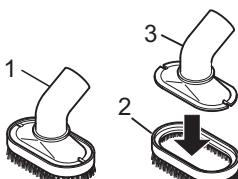

Abb. 6
**Möbelbürste (Abb. 6/1)**
#### **Polsterdüse (Abb. 6/3)**
Durch einfaches Abnehmen des Bürstenaufsets (Abb. 6/2) können Sie aus der 2in1-Kombidüse eine Polsterdüse (Abb. 6/3) machen. Verwenden Sie diese zum Reinigen von weichen, kratzfesten Oberflächen (z. B. Polstermöbel).